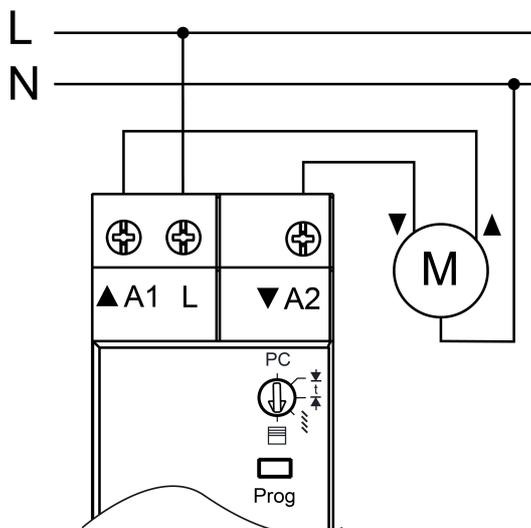

Figura 3: Esempio di collegamento
- Collegare il carico secondo lo schema esemplificativo (figura 3).